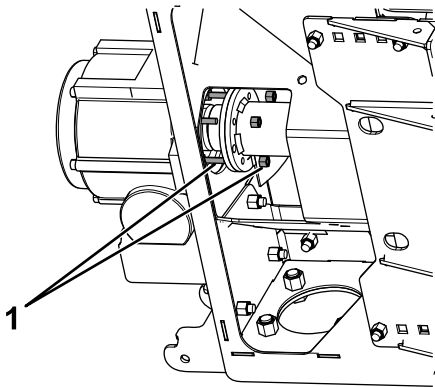

Figura 3
7. Retire y deseche los 4 pernos y contratuercas que sujetan el acoplamiento de la caja de engranajes al sinfín (Figura 3).